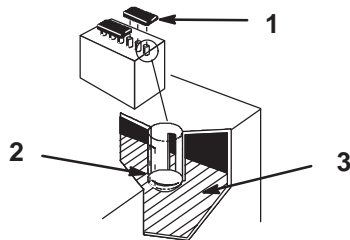

Bild 28
2. Öffnen Sie die Deckel, um in die Zellen schauen zu können. Der Füllstand der Batterieflüssigkeit muss sich beim unteren Teil des Röhrchens befinden (Bild 28).
Wichtig Der Säurestand darf nicht unter die Oberseite der Platten abfallen (Bild 28).
2. Schrauben Sie die Zellendeckel ab (Bild 28).
3. Gießen Sie langsam destilliertes Wasser in jede Batteriezelle, bis der Stand den unteren Teil des Röhrchens erreicht (Bild 28).